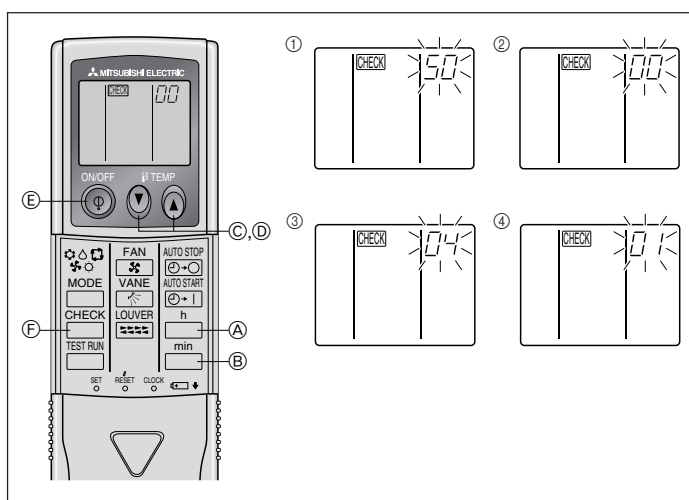

Fig. 6-9
⑧ Appuyer sur la touche MODE E, les numéros de programmation et de mode (I) et (II) changeront et seront continuellement affichés, et les détails de la programmation pourront être confirmés.
⑨ Appuyer simultanément sur les touches FILTER A et TEST RUN B pendant au moins 2 secondes. L'écran de sélection des fonctions apparaît momentanément, et l'affichage d'arrêt du climatiseur apparaît.
2) Pour la télécommande sans fil (Fig. 6-9)